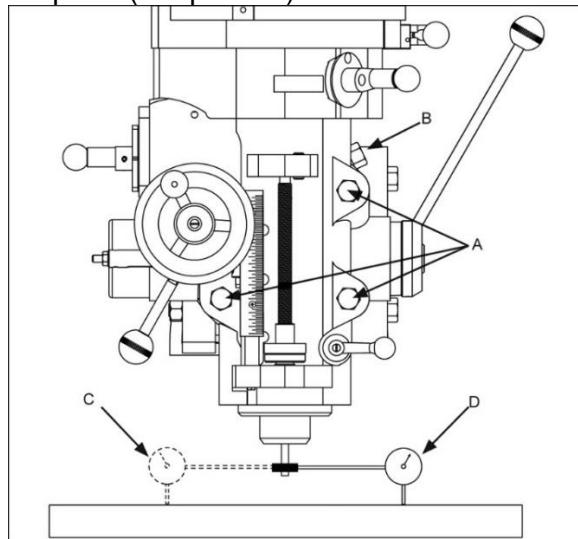

Рисунок 18
Затяните четыре шестигранные гайки. Производите затяжку в два этапа, используя динамометрический гаечный ключ. Применяйте перекрестную схему затяжки при закреплении гаек. Момент затяжки изначально должен быть 3,45 кгс*м. Перед окончательной затяжкой убедитесь в том, что фрезерная головка перпендикулярна рабочему столу. Установите индикатор на оправку и закрепите с помощью приводного стержня (см. рис. 18). Переключите привод шпинделя в нейтральное положение.
c. Установите индикатор часового типа на оправку и закрепите с помощью приводного стержня (см. рис. 18).